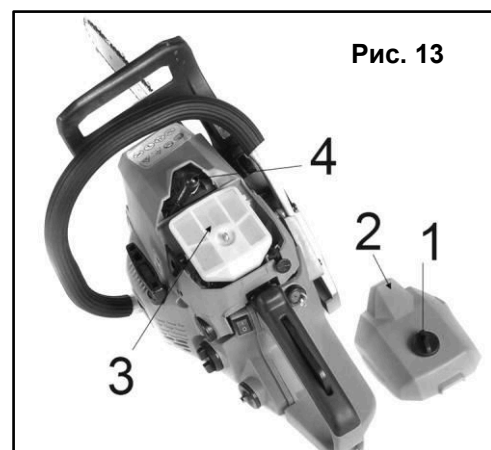

Рис. 13
- При подготовке бензопилы к эксплуатации в зимних условиях при температуре около -5°C , нужно включить систему подогрева карбюратора, для чего нужно снять крышку воздушного фильтра (2) (См. Рис.13).
- Отверните винт - фиксатор крышки воздушного фильтра (1)(См. Рис. 13).
- Снимите крышку воздушного фильтра (2)
Обслуживание свечи зажигания (См. Рис. 13):
- Снимите крышку воздушного фильтра (2).
- Снимите воздушный фильтр (3).
- Отсоедините высоковольтный провод от свечи зажигания (4), для этого его понадобится потянуть, и выкрутить.